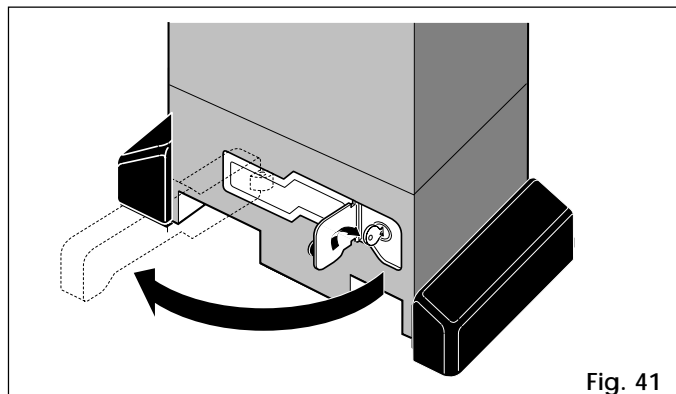

Fig. 41
- 2) Ruotare la chiave in senso orario e tirare la leva di sblocco come indicato in Fig.41.